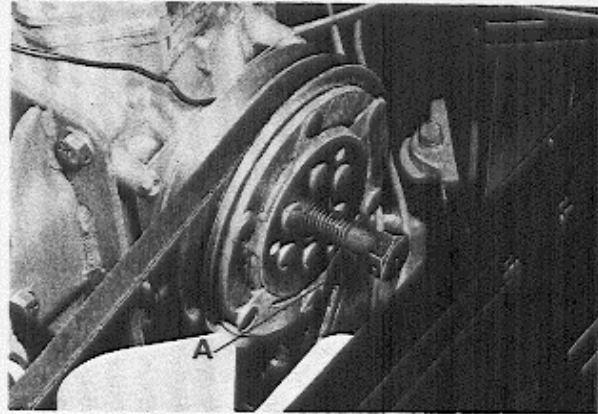
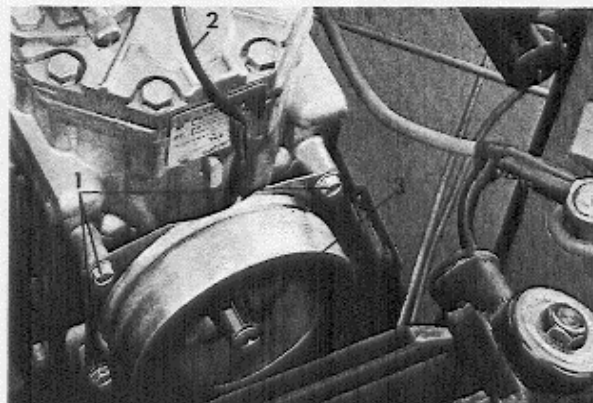

Abb. 8-42 Abziehen der Kompressor-Riemenscheibe
Abb. 8-43 Ausbau des Elektromagneten
Beim Auswechseln der elektromagnetischen Kompressorkupplung wird die Zentrumschraube auf der Riemenscheibe durch eine 5/8" UNC-Abziehschraube ersetzt und mit dieser von der Welle abgezogen (Abb. 8-42). Der Elektromagnet wird ausgebaut, indem die vier Schrauben (1, Abb. 8-43) gelöst werden. Beim Einbau ist der Elektromagnet so zu wenden, daß die Leitung (2) nach oben zeigt. Vor Einbau der Riemenscheibe kontrollieren, daß die Scheibenfeder (3) richtig in die Wellennut eingedrückt ist. Zentrumschraube auf der Riemenscheibe mit einem Moment von 25-30 Nm (2,5-3,0 mkp) festziehen. Die Kupplung wird beim Anziehen der Zentrumschraube am besten durch Einschaltung des Stroms am Durchrutschen gehindert, während die Riemenscheibe einfach mit dem Treibriemen angehalten wird. Anschließend überprüfen, daß diese nicht den Elektromagneten anläuft.